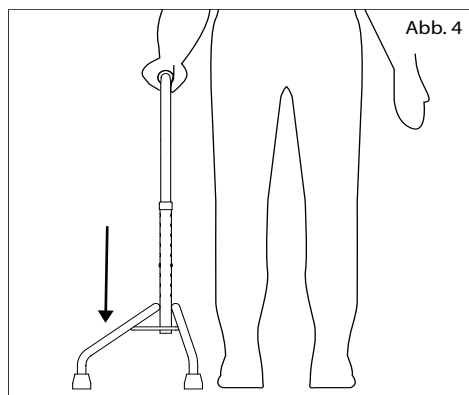

Abb. 4
2. Die beiden weit ausgestellten Füße müssen von Ihrem Körper weg zeigen (Abb. 4) und die offene Seite des Griffs nach hinten (siehe exemplarische Darstellung auf Seite 9).
1. Nehmen Sie die Vierfuß-Gehilfe immer in die richtige Hand. Dies können Sie daran erkennen, dass die beiden weit ausgestellten Füße von Ihrem Körper weg zeigen (Abb. 4).